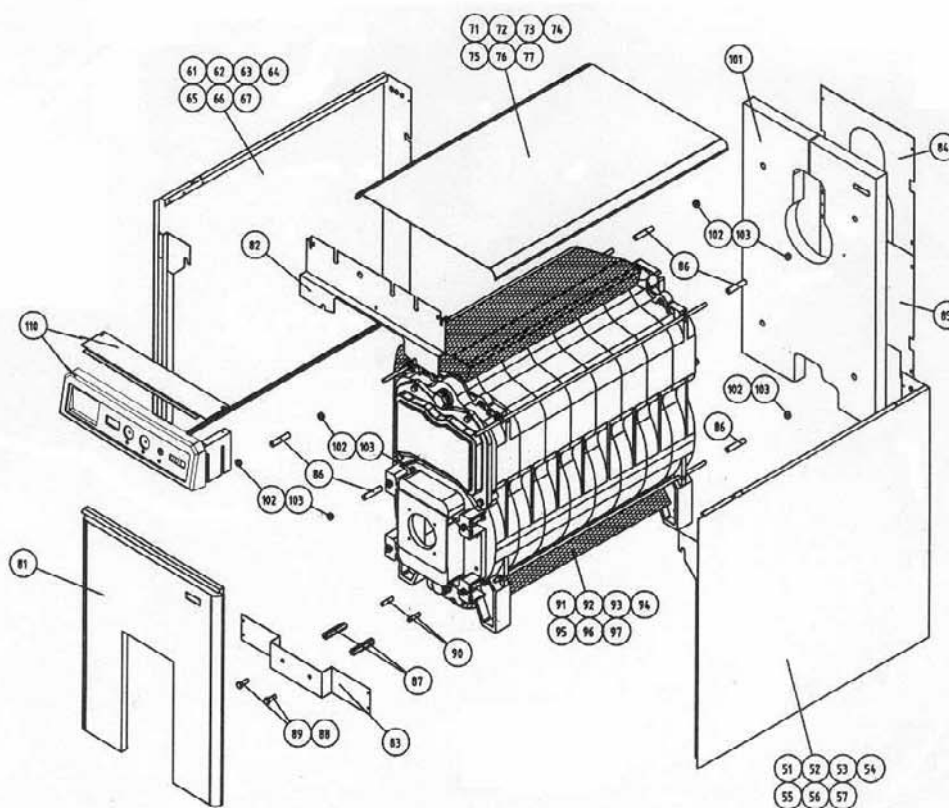

Рис. 3 КОМПОНЕНТЫ КОРПУСА
2.3. ИЗОЛЯЦИЯ И МОНТАЖ КОРПУСА (рис. 3)